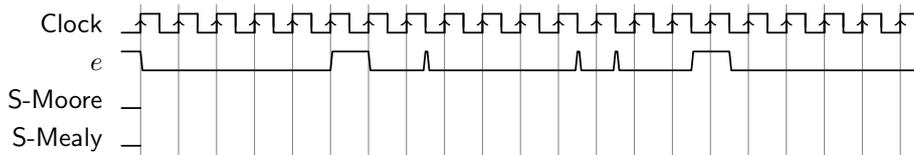

Figura 5.3: Cronograma a rellenar.
- Según el comportamiento observado, rellena el cronograma de la figura 5.3